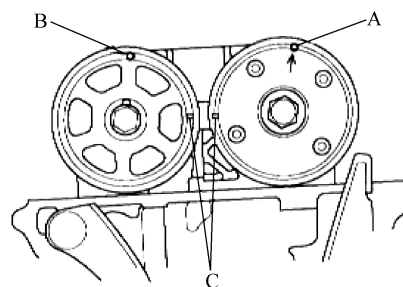

图 2-36 将凸轮轴置于 TDC
2) 将凸轮轴置于 TDC, 可变气门正时控制 (VTC) 执行器上的冲孔标记 (A)、排气凸轮轴链轮上的冲孔标记 (B) 应位于顶端。将 VTC 执行器和排气凸轮轴链轮上的 TDC 标记 (C) 对齐, 见图 2-36。